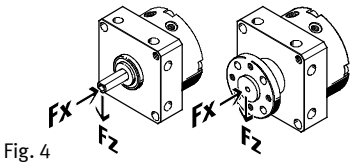

Fig. 4
- 4. Veiller à respecter les indications suivantes lors de la fixation de la charge utile (Fig. 4) :